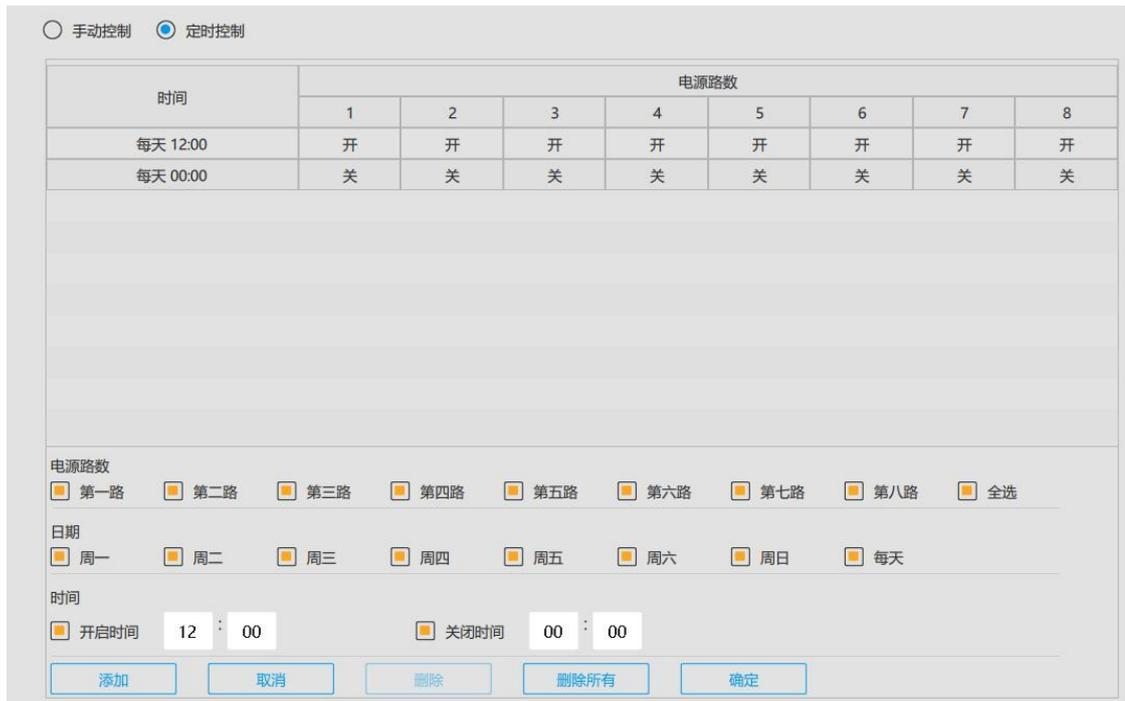

图 11-2 定时控制
- 步骤 6 定时控制可编辑时间任务编辑某一时间开启某一路启动或停止也可以对添加的时间任务进行删除或编辑如图 11-2